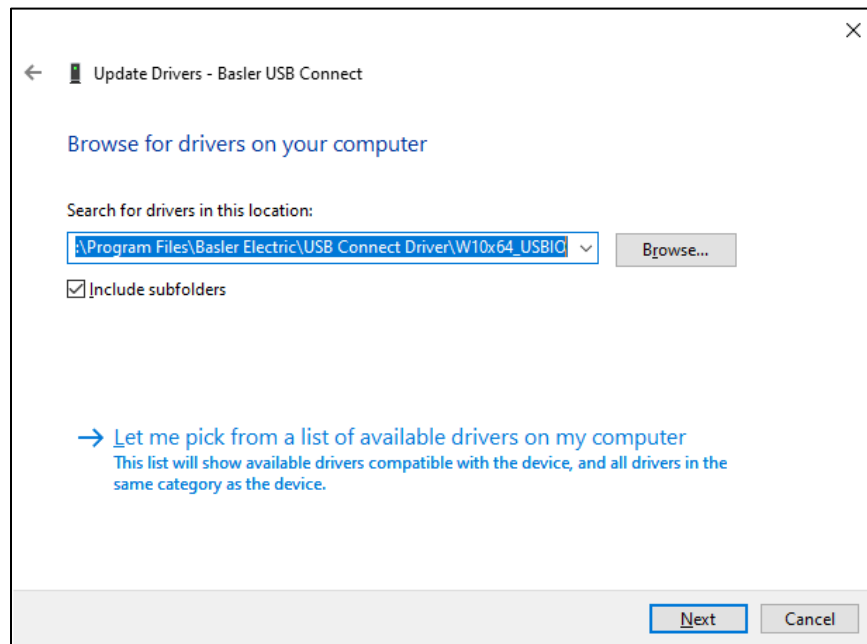

Abbildung 24-5. Treibersoftware aktualisieren - DGC-2020HD
Schritt 5. Klicken Sie auf 'Durchsuchen...' und navigieren Sie zu C:\Programme\Basler Electric\USB Connect Driver\W10x64_USBIO\. Klicken Sie auf Weiter. Siehe Abbildung 24-5.